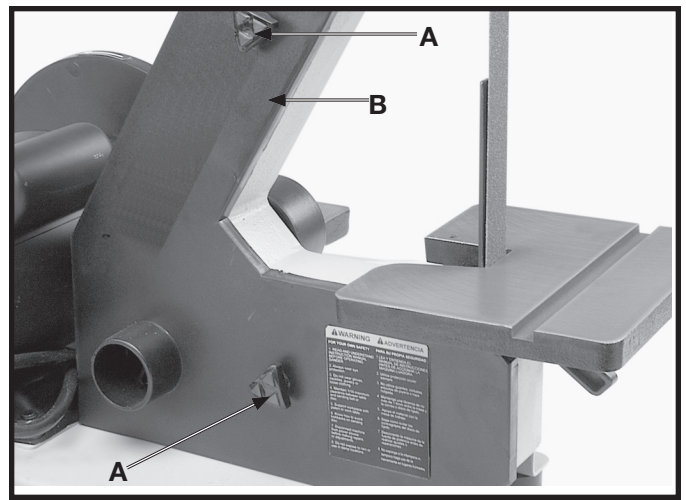

Fig. 31
2. Retirer les deux boutons (A) fig. 31, et retirer le panneau latéral (B) de la ponceuse à courroie.